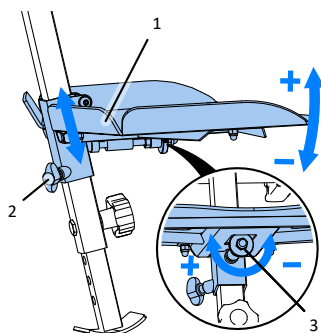

Abb. 27
11.11 Einstellung der Höhe und des Winkels der Fußstütze (Abb.27)